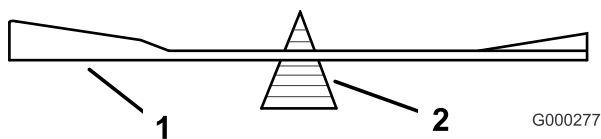

Figure 100
2. Vérifiez l'équilibre de la lame en la plaçant sur un équilibreur (Figure 100).